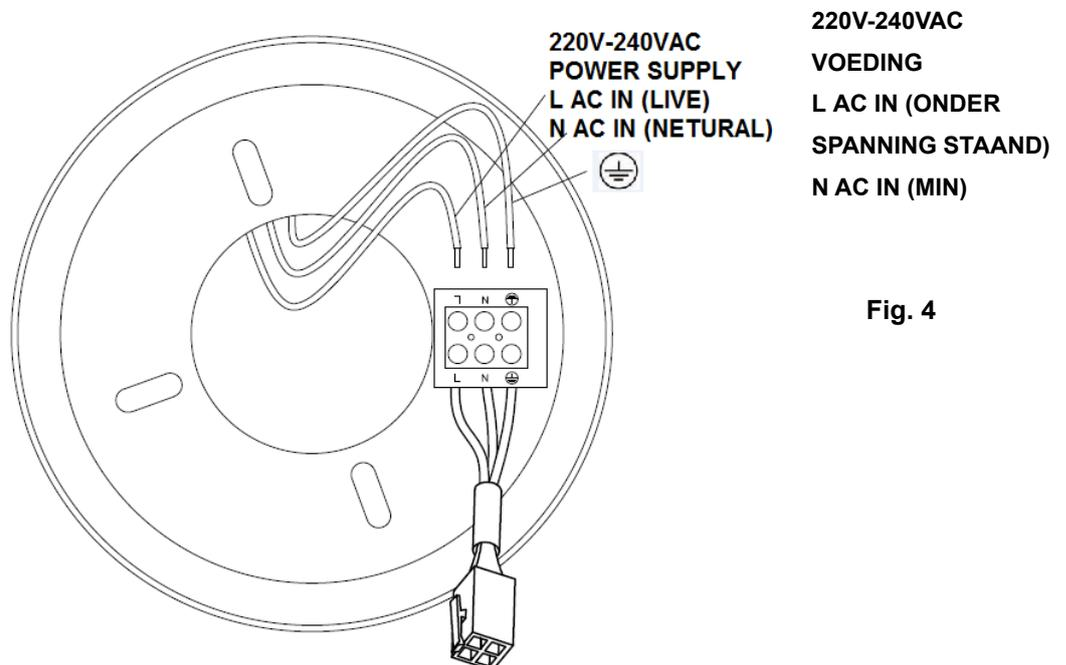

Fig. 4
- Gebruik het bedradingsstelsel hieronder om de ventilator verder aan te sluiten (Figure. 4).
VOORBEREIDING EN AANSLUITING VAN DE STROOMDRADEN --- BEDRADINGSSHEMA (Fig. 4)